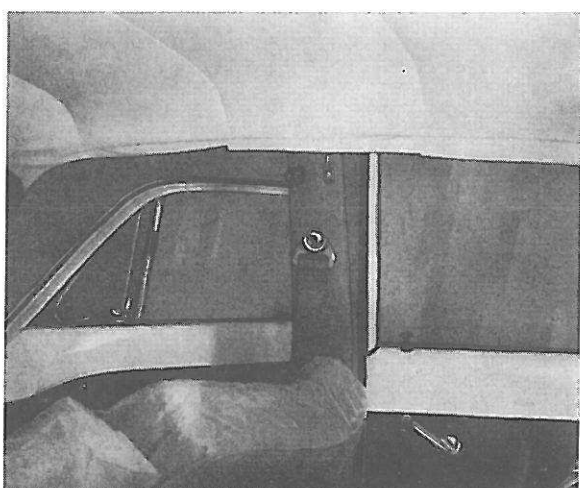

Figure 75. Garniture posée en place avant la tension
8. Adapter la garniture du toit à la lunette arrière comme au paragraphe 7. La couture transversale arrière de la garniture doit se trouver des deux côtés à la même distance des angles supérieurs de la lunette arrière, figure 75.